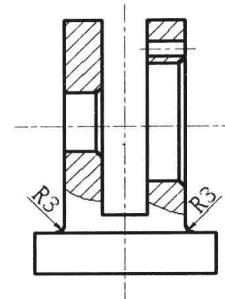

图 11-1-22
(24) 单击“圆角”按钮 F ，创建圆角如图 11-1-22 所示。